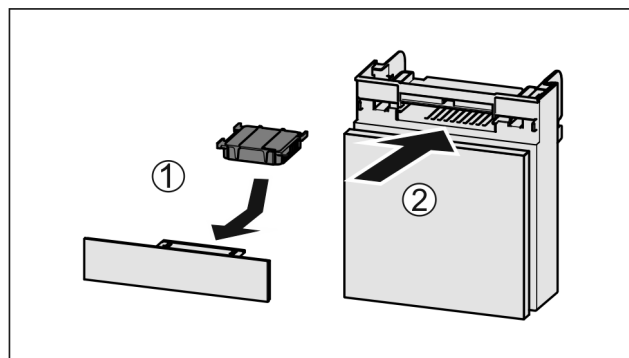

Fig. 153
- Pange Fig. 153 (1) aktiivsöefilter joonise järgi sisse.
- Lükake Fig. 153 (2) laegas sisse.